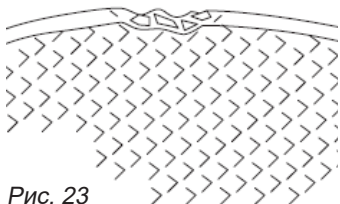

Рис. 23
• Убедитесь в отсутствии трещин и повреждений на диске (рис. 23).